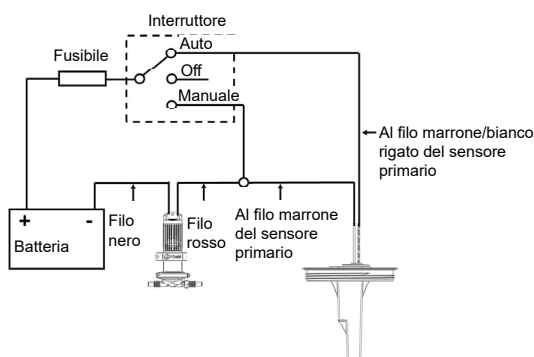
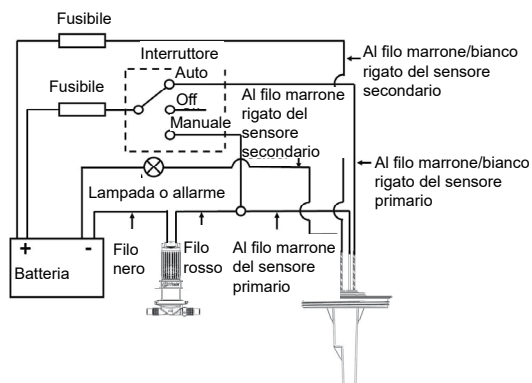

Figura 8A – Piano di cablaggio – per modelli a sensore singolo
Figura 8B – Piano di cablaggio – per modelli a sensore doppio
- **AVVERTENZA:** l'installazione **deve essere** eseguita da un elettricista adeguatamente qualificato. Il cablaggio improprio può causare un incendio che può provocare lesioni o la morte. Le informazioni di cablaggio proposte (figura 8A e figura 8B) sono fornite solo a titolo di guida; il cablaggio **deve** essere conforme agli standard elettrici applicabili. **Devono** essere installati fusibili e interruttori di circuito di misura adeguata.
**Passo 4:** Cablaggio: vedere la figura 8A o la figura 8B.